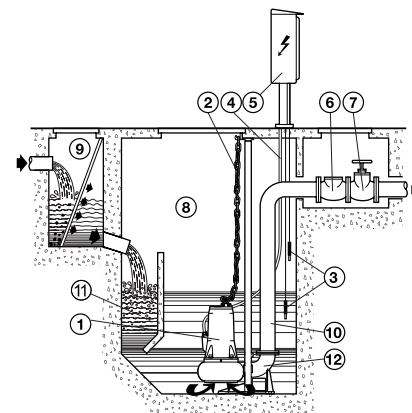

Fig. 6
- fixa com a electrobomba posicionada no pé de suporte bloqueado no fundo do poço ou do tanque de retenção (fig. 6).
5.2.2 INSTALAÇÃO FIXA COM ENGATE AUTOMÁTICO NO PÉ DE SUPORTE (FIG. 6)
Para as electrobombas desprovidas de interruptor automático de flutuador incorporado, torna-se necessária a instalação de um sistema de controlo por sondas (fig. 6) ou por flutuador ou de outro equipamento que assegure o nível mínimo do líquido e que proteja a electrobomba contra o funcionamento sem líquido.